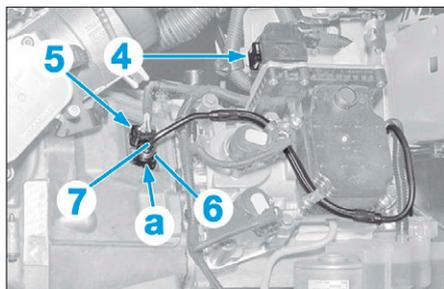

FIG. 16
- Débrancher les connecteurs (4) et (5) (Fig.16).
- Dégrafer l'agrafe (6).